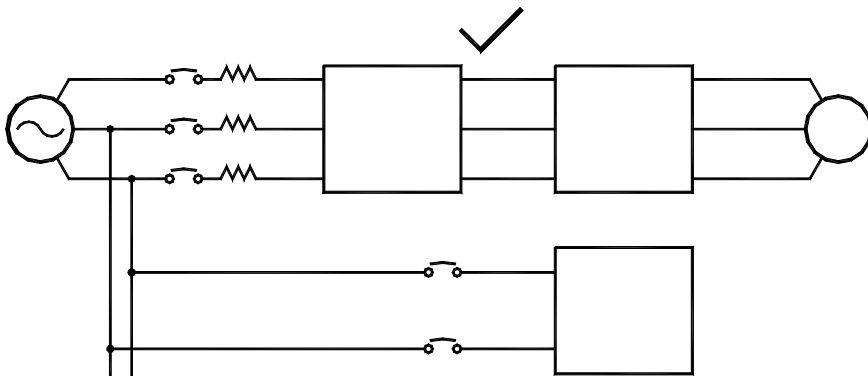
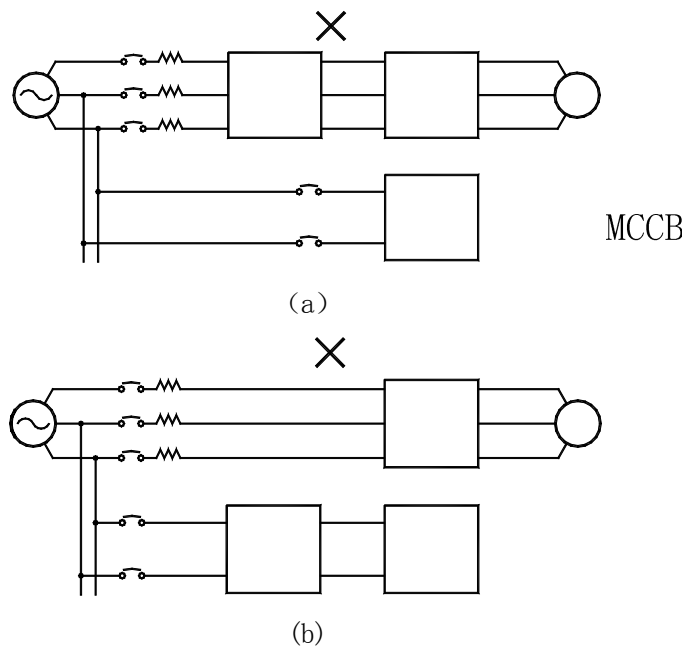

图 3-5 噪声滤波器的正确安装
图 3-6 噪声滤波器的错误安装
- 噪声滤波器的正确和错误安装方式如图 3-5 和图 3-6 所示。